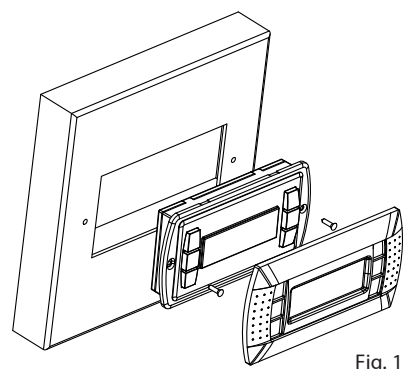

Fig. 1
- Inserire il terminale, privo di cornice frontale, nel foro, e mediante le viti a testa svasata, contenute all'interno dell'imballo, fissare il dispositivo al pannello nelle sedi indicate in Fig. 1;
- Insert the terminal, with the front frame removed, into the opening, and fasten the device to the panel using the flush-head screws, supplied in the packaging, as shown in Fig. 1;